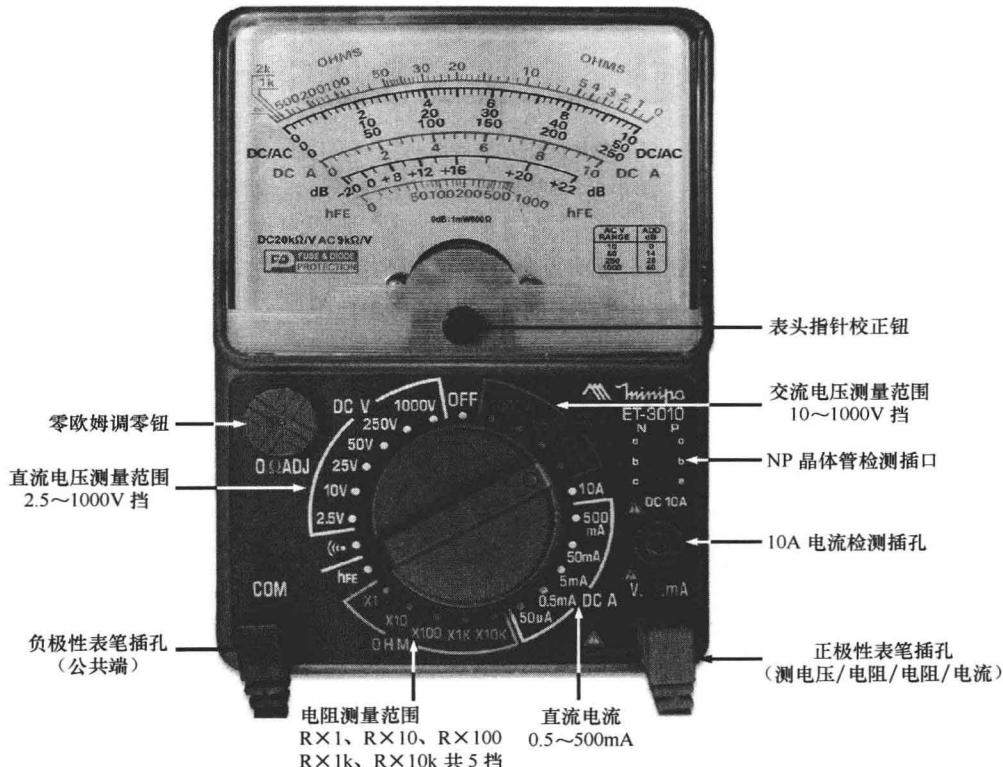

图 1-4 多功能指针式万用表
② 多功能式指针式万用表就是将上述单一功能的万用表综合制作到一起，使其具有多种测量功能，也就是常用的指针式万用表，其外形如图 1-4 所示。